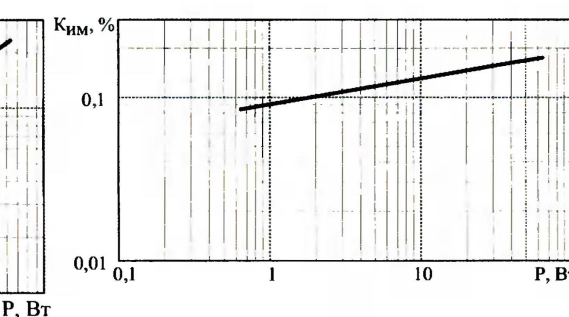

Рис. 3
Коэффициент интермодуляционных искажений  $K_{им}$ , рассчитанный по формуле (2) с учетом данных табл. 3, равен 0,174 %. Результаты исследования  $K_{им}$  при выходной мощности в интервале 0,64...64 Вт представлены на рис. 3. Коэффициент интермодуляционных искажений монотонно возрастает с увеличением мощности и достигает 0,174 % при выходной мощности 64 Вт.